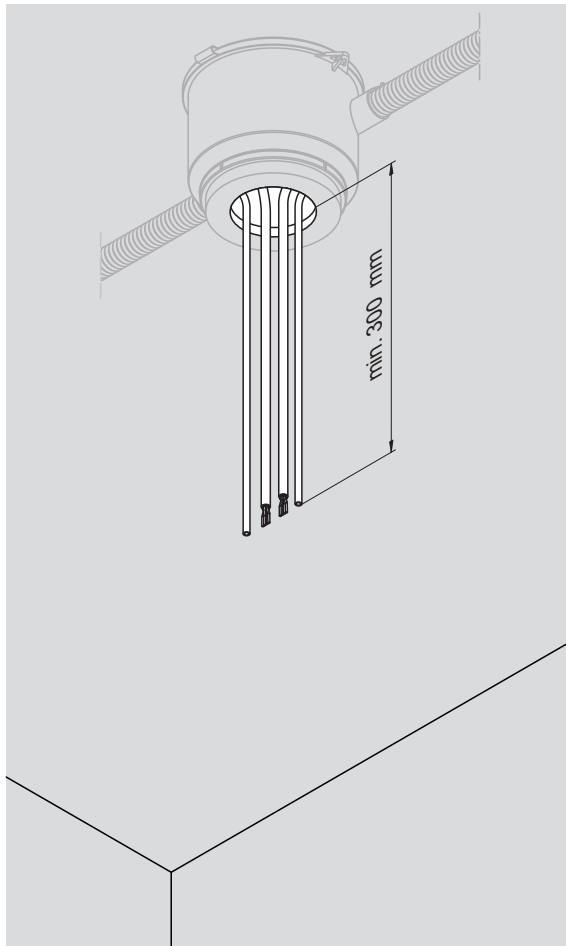

Abb. 21: Längenzugabe Schläuche und CANBUS-Kabel
- Bei der Zentraleinheit und falls vorhanden am externen Entleermodul müssen die Schläuche und CANBUS-Kabel mit einer genügenden Zugabe für einen problemlosen Anschluss abgelängt werden (siehe Abb. 21).